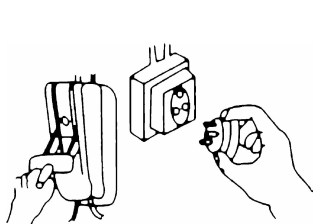

图 1-3 拉开电源
① “拉”:如果电源开关或插销在触电地点附近时,可立即拉开或拔出插头,断开电源,如图 1-3 所示。